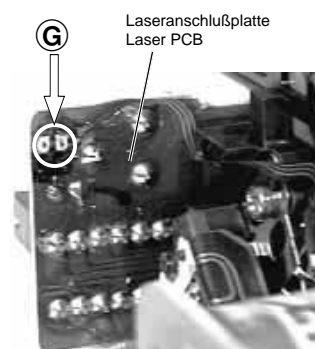

Fig. 10
Bei Ausbau der CD-Lasereinheit muß vor Abziehen der Steckverbindungen eine Schutzlötstelle (G) auf der Leiterplatte der Lasereinheit angebracht werden, um eine Zerstörung der Laserdiode durch statische Aufladung zu vermeiden (Fig. 10).
When removing the Laser pick-up, the pick-up PCB must be provided with a protective soldered joint (G) before unplugging the connectors to avoid damage to the Laser diode by static charges (Fig. 10).
Die Laserdiode ist gegen statische Aufladung beim Transport kurzgeschlossen. Nach dem Einbau und Anschluß der Lasereinheit muß die Kurzschlußlötlstelle **G** (Fig. 10) auf der Laseranschlußplatte aufgelötet werden.
The laser diode is short-circuited for protection against static charges during transportation. After fitting the laser unit the soldered short circuit **G** (Fig. 10) on the laser connection board must be opened.